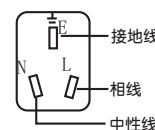

图1
- 电源插座必须有良好的接地线（如图1），用户不得擅自改插头，禁止无接地运行；